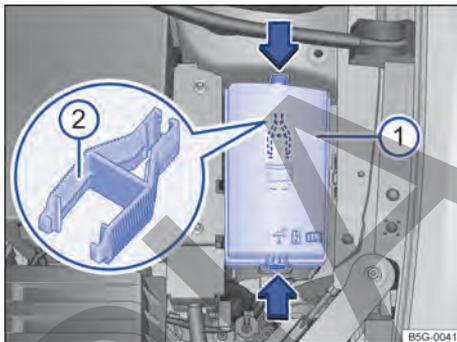

Fig. 170 En el compartimiento del motor: cubierta ① de la caja de fusibles con pinza de plástico ②.
- Presionar las trabas en el sentido de la flecha → fig. 170 ①, para desbloquear la cubierta de la caja de fusibles.
En el lado interno de la cubierta de la caja de fusibles en el compartimiento del motor puede haber una pinza de plástico → fig. 170 ② para retirar los fusibles.